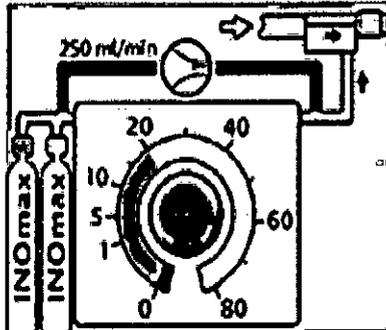

Figura 4-10
- Si están activos al mismo tiempo el sistema fijado de administración de NO y el de respaldo, sonará una alarma de máxima prioridad y aparecerá una imagen en la pantalla principal (figura 4-10).